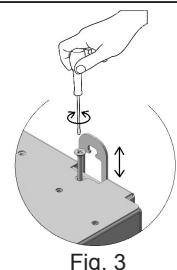

Fig. 3
- b) Выравнивающий задний кронштейн с креплением на клиновые анкеры в комплекте (Рис. 3).